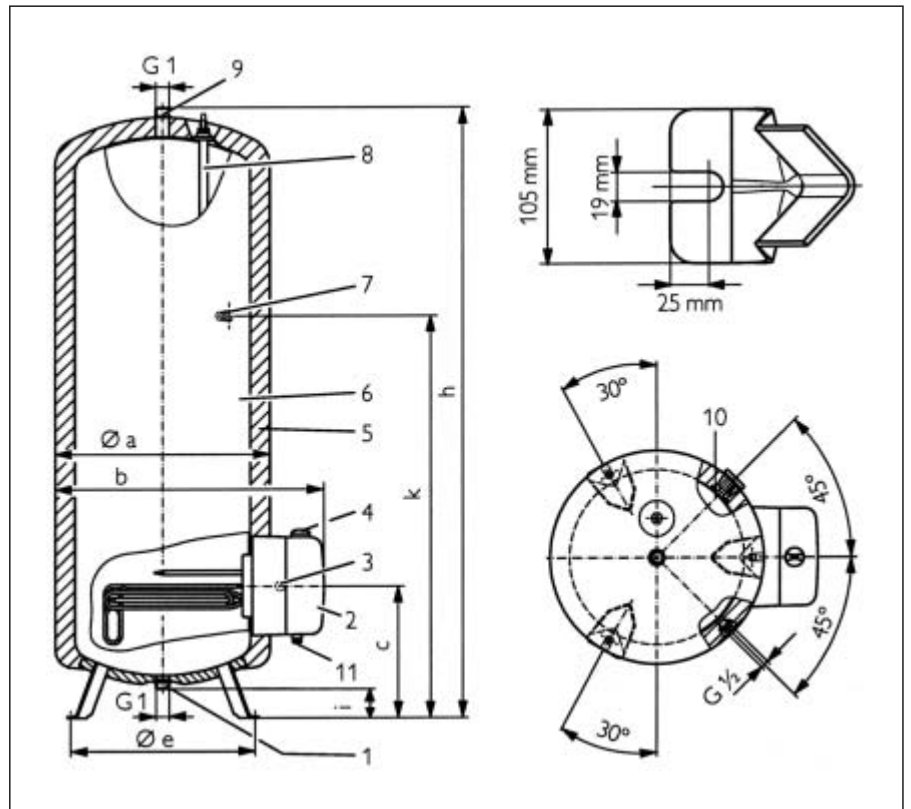

Fig. 4
**Leyenda (fig. 4)**
Observar la norma VDE 0100 y las normas de la compañía eléctrica que suministra a la vivienda. Este termo-acumulador está destinado a conexiones eléctricas fijas. Los termo-acumuladores SHW incorporan un caldeo básico y un caldeo rápido, que se puede activar presionando el pulsador. Si la compañía eléctrica no autoriza el caldeo rápido, habrá que ocultar el pulsador de caldeo rápido (fig. 4, pos. 3) con el tapón de plástico que se encuentra dentro de la caja de conexiones.